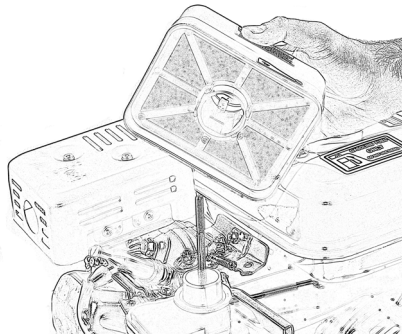

Abbildung 20
- Öffnen Sie die Flügelmutter oben auf dem Luftfiltergehäuse und ziehen Sie das Gehäuse nach oben ab, Abb. 20.